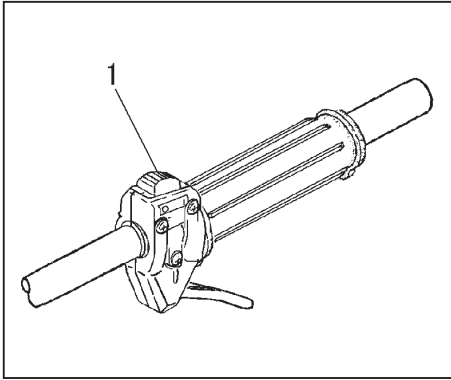

Fig. 2-2
(En) Starting (Fig. 2-2, 2B)
1. Set ignition switch (1) to ON position. (Fig. 2-2, 2-2B)
(Fr) Démarrage (Fig. 2-2, 2B)
1. Placer l'interrupteur marche-arrêt (1) en position marche (ON). (Fig. 2-2, 2-3B)
(It) Avviamento (Fig. 2-2, 2B)
1. Spostare l'interruttore di accensione (1) su ON. (Fig. 2-2, 2-3B)
Ge Anlassen (Fig. 2-2, 2B)
1. Den Zündschalter (1) auf ON stellen. (Fig. 2-2, 2-3B)
Sp Arranque (Fig. 2-2, 2B)
1. Fijar la llave de ignición (1) en la posición ON (encendida). (Fig. 2-2, 2-3B)
Sw Start (Fig. 2-2, 2B)
1. Skjut tändomkopplaren (1) i ON-läge. (Fig. 2-2, 2-3B)